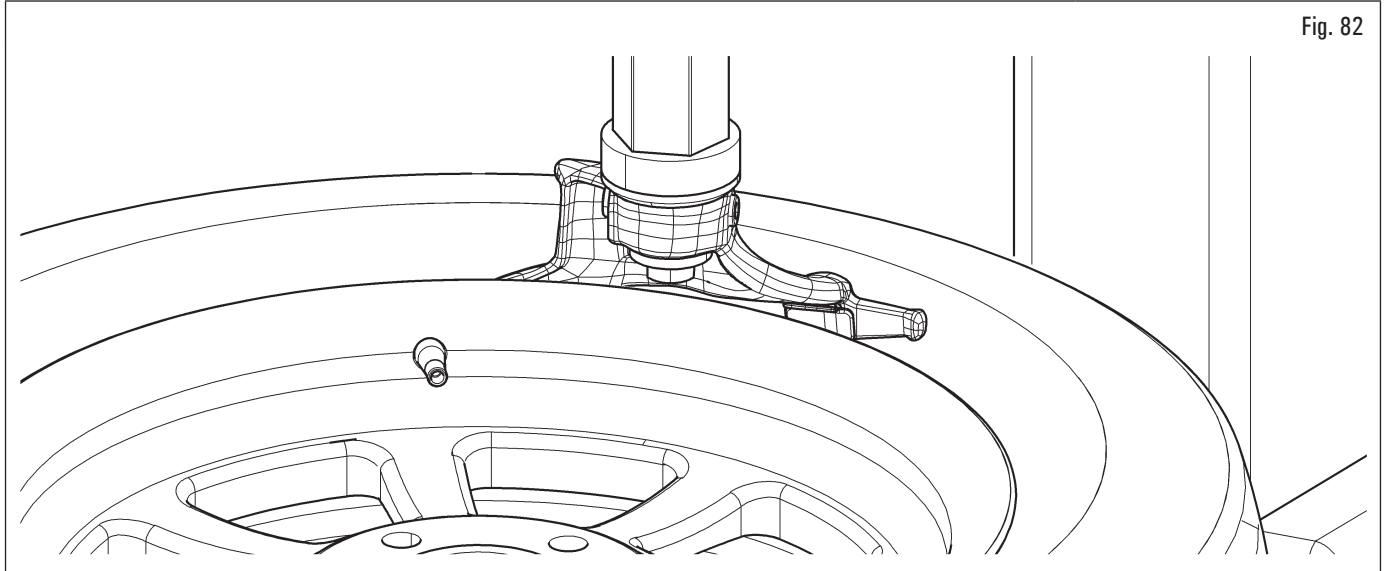

Fig. 82
2. tourner le mandrin pour amener la soupape immédiatement à gauche de la tête outil à « 11 heures » (Fig. 82) ;